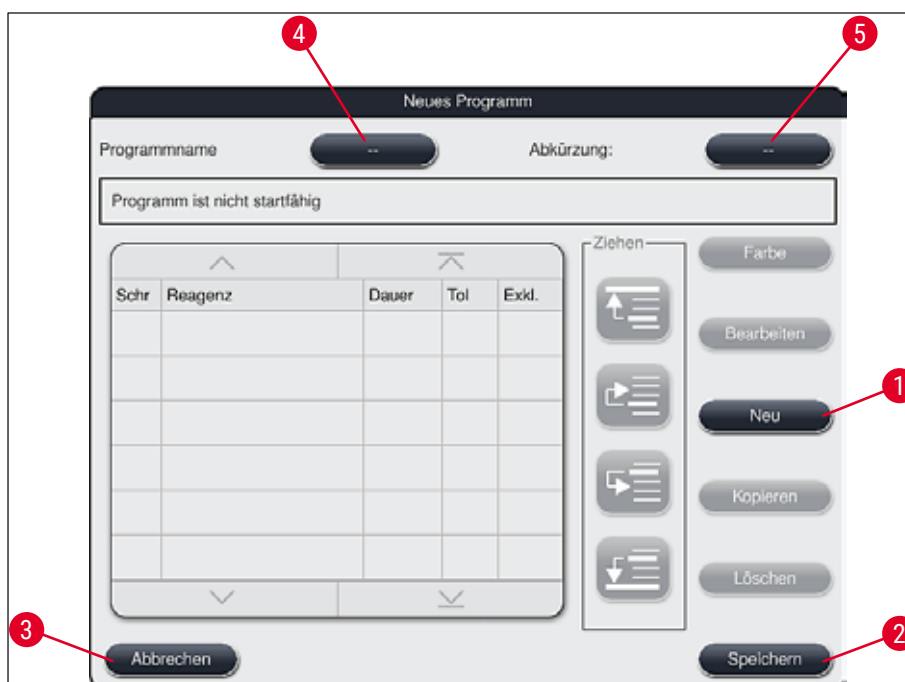

Abb. 45
- Es öffnet sich ein neues Programmfenster (→ "Abb. 45").
- Es öffnet sich das Eingabefenster (→ "Abb. 45") für das neu anzulegende Programm.